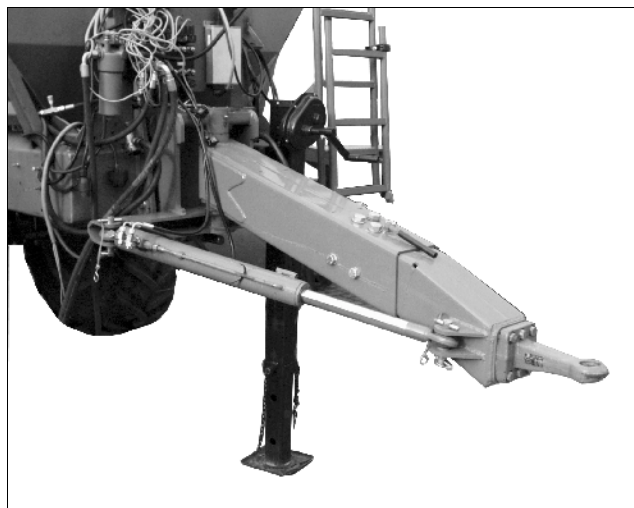

Fig. 8
- d'un timon d'attelage Trail-Tron (Fig. 8) (**ZG-B 7001 drive** uniquement).